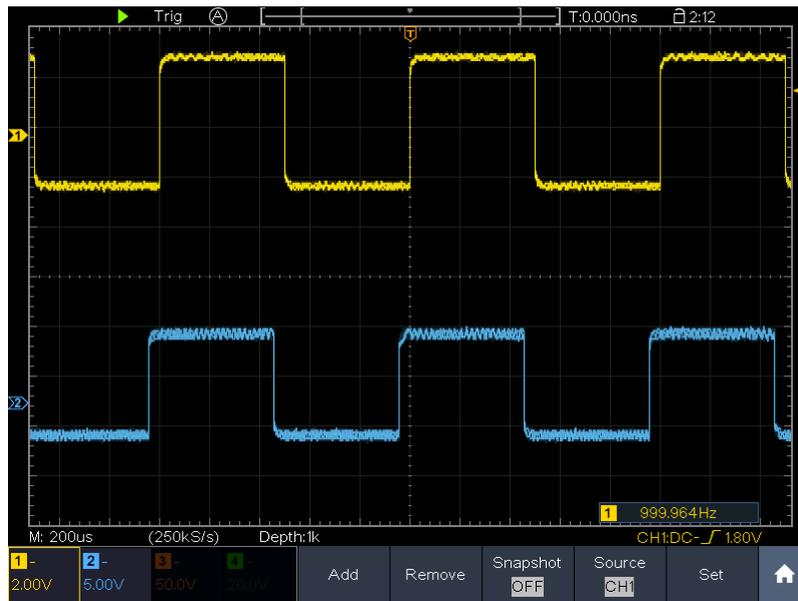

Figure 9-2 アンプ回路のゲインの測定
- (1) **Autoset** ボタンを押して、2 つのチャンネルの波形を適切に表示させます。
- (2) **Measure** を押して自動測定メニューを開きます。
- (3) 下メニューの **Add** を押します。
- (4) 左メニューで **M** ノブを使用して **PK-PK** を選択します。
- (5) 右メニューの **Source** を押して **CH1** を選択します。
- (6) 右メニューの **Add** を押すと、CH1 の peak-to-peak (ピーク・トゥ・ピーク) が追加されます。
- (7) 左メニューで **M** ノブを使用して **PK-PK** を選択します。
- (8) 右メニューの **Source** を押して **CH2** を選択します。
- (9) 右メニューの **Add** を押すと、CH2 の peak-to-peak (ピーク・トゥ・ピーク) が追加されます。
- (10) 画面左下から CH1 (入力信号) と CH2 (出力信号) のピーク・トゥ・ピーク電圧値を読み取ります。Figure 9-2)
- (11) 下記の式でアンプのゲインを算出します。